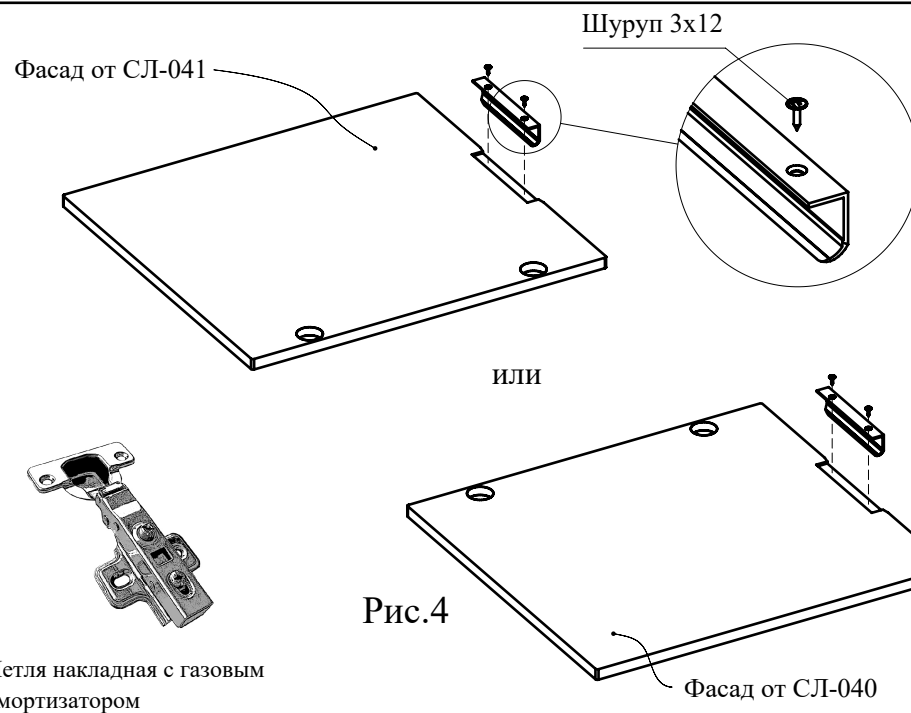

Рис.4
4. При помощи шурупов 3,5x16 закрепите петли накладные на фасады от СЛ-040 или СЛ-04 (Рис. 4).
5. Установите ручки на фасады (СЛ-040 или СЛ-041) и закрепите их при помощи шурупов 3x12 (Рис. 4).